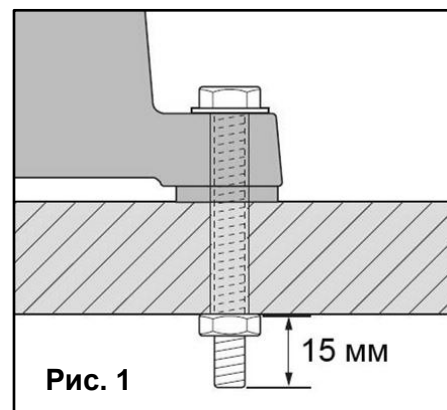

Рис. 1
#### Установка станка на рабочем месте (Рис. 1)
- Поместить станок на верстак, вставить болт М6 с шайбой в крепежные отверстия. Убедитесь, что каждый болт выступает минимум на 15 мм (Рис. 1)